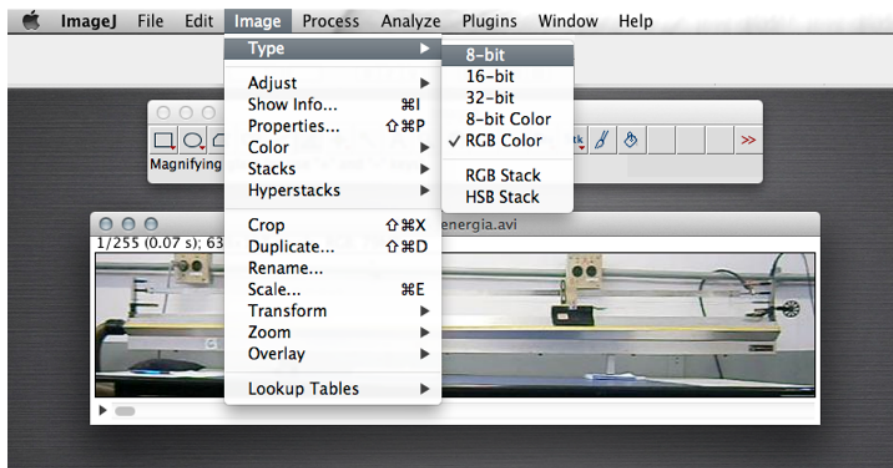

Figura E.8: ImageJ: posição do cursor sobre a imagem.
5. Uma vez guardado o filme podemos começar a preparar a imagem. Para isto, precisamos transformá-la em uma imagem de 8-bits. Para isto escolha no menu principal "Imagem" e logo "Type". Clicar sobre 8-bit como mostrado na Figura E.8.